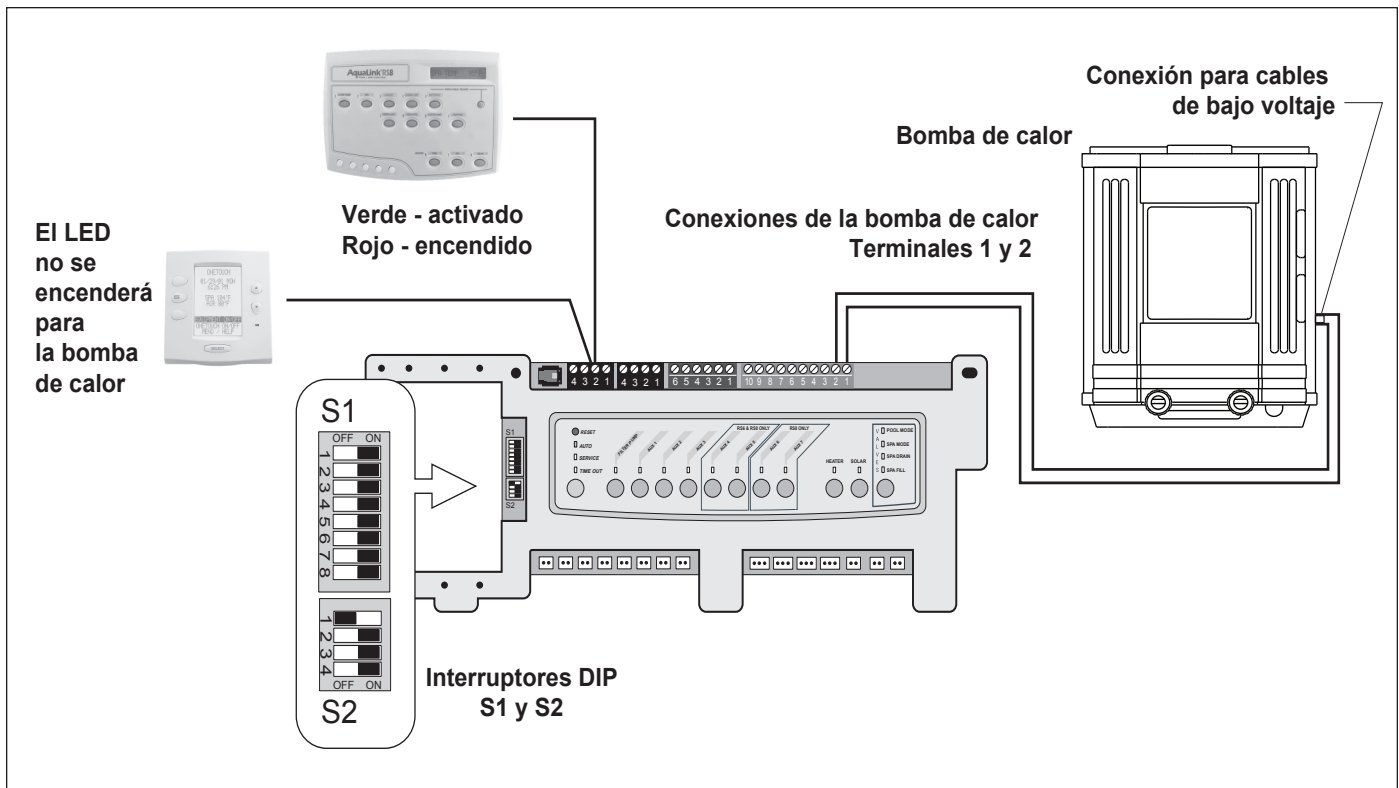

Figura 13. Cableado Aqualink RS a Bomba de Calor EE-Ti
3. Ponga el DIP S2-1 (el conector #1 del interruptor DIP de 4 posiciones) en la posición "ON" (Encendido) (véase la Figura 13).